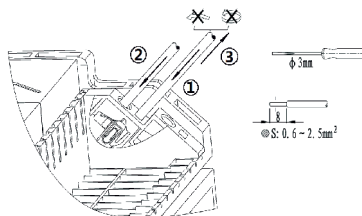

Рисунок 5.18
5.10.1 Вставить отвертку с плоским шлицом шириной 3 мм в прямоугольное отверстие соединителя (рисунок 5.18), затем вставить зачищенный проводник сечением от 0,6 до 2,5 мм², удалить отвертку из соединителя. Проверить надежность фиксации проводника в соединителе. Провода сечением менее 1 мм² следует опрессовывать наконечником-гильзой.